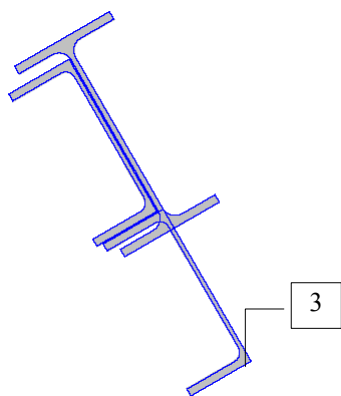

Рис. 60. Сечение после установки второго швеллера
- ✎ нажать кнопку **Поставить** (рис. 60); на чертеже появится швеллер [3]. В данном случае следует проигнорировать сообщение о пересечении элементов сечения;